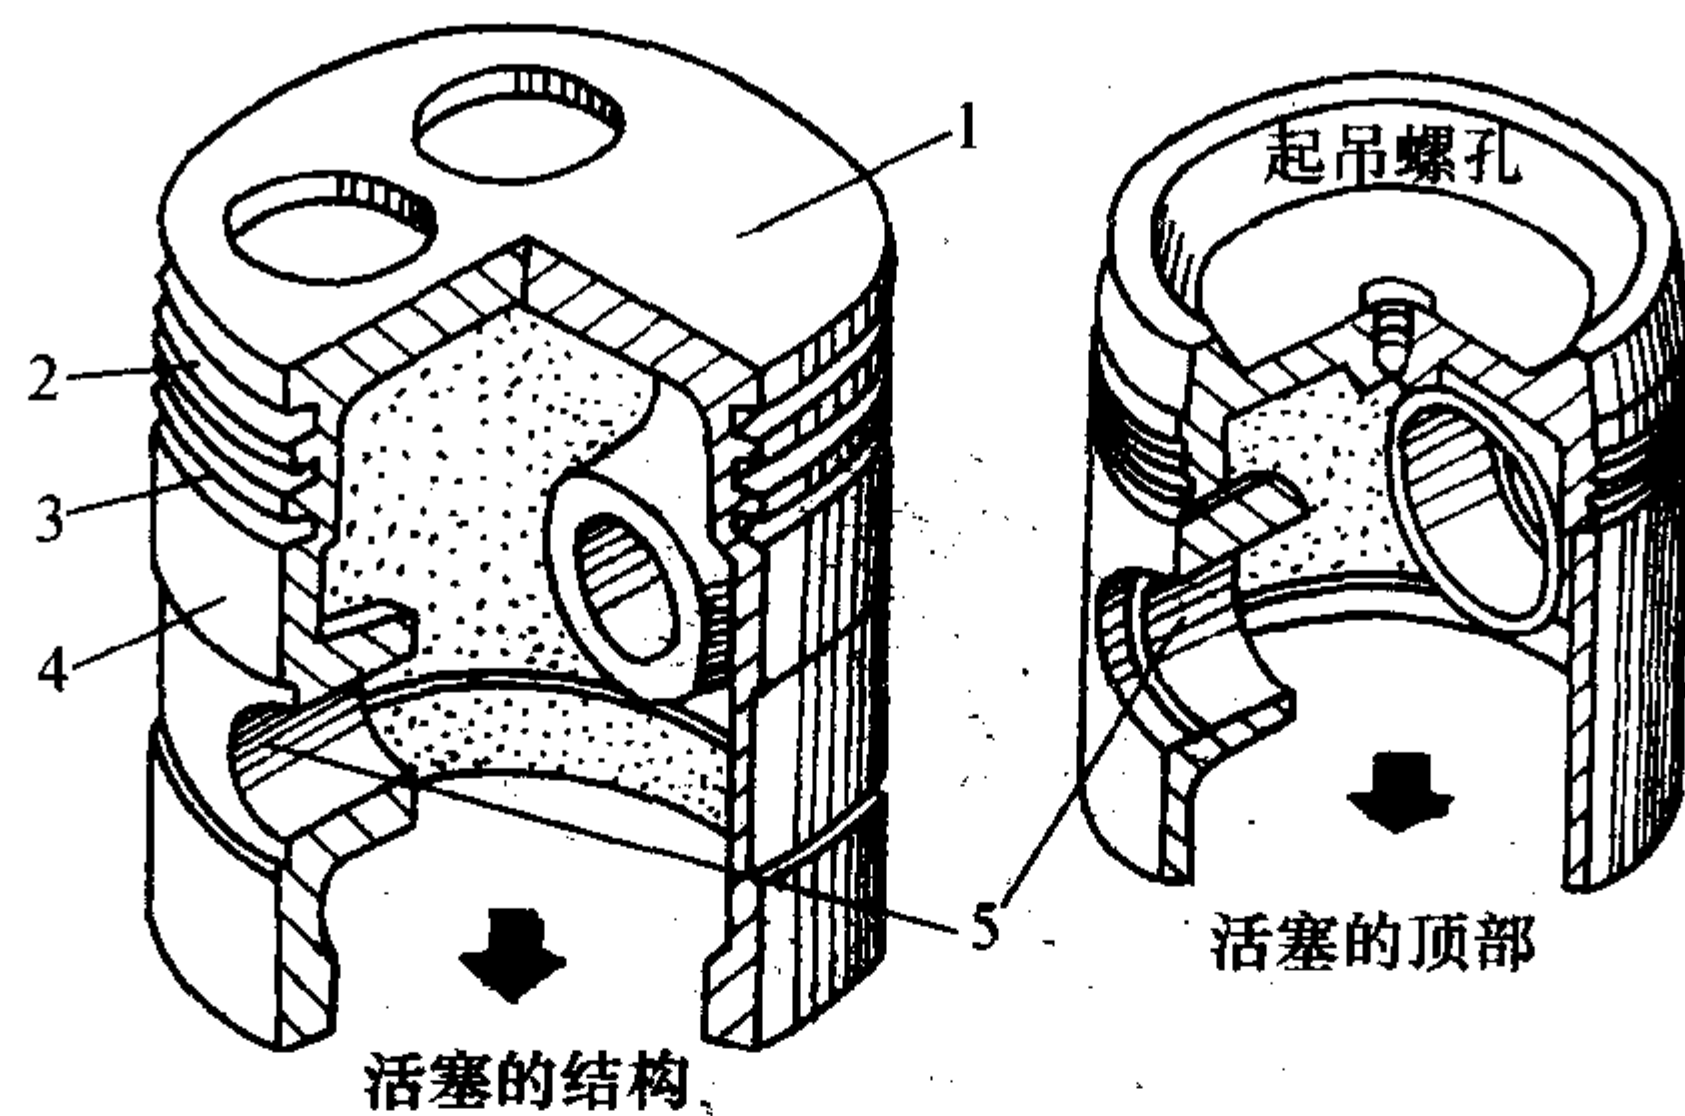

图 4-4 活塞结构
(1) 活塞 国产制冷压缩机的活塞有铝合金和铸铁两种，采用圆筒形结构，如图 4-4 所示。顶部呈盆状，外缘呈锥形，开有气环槽和油环槽。